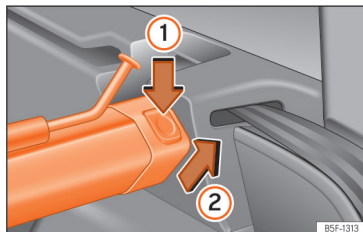

Fig. 191 Na bagageira: desmontar a rede de separação.
- Pressione o botão de desbloqueio esquerdo ou direito >>> Fig. 191 no sentido da seta ①.
- Retire a carcaça do suporte no sentido da seta >>> Fig. 191 ②.
- Pressione a carcaça nos suportes esquerdo e direito no sentido contrário ao da seta >>> Fig. 191 ② até que encaixe. As marcas vermelhas dos botões de desbloqueio não se devem ver.